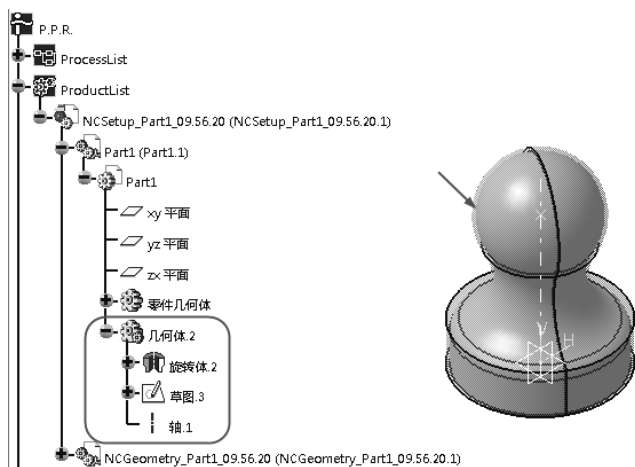

图 5-8 定义毛坯零件 (1)
5) 定义毛坯零件(1)。单击 Stock 按钮,系统自动隐藏“Part Operation”对话框,在图形区选择零件模型中的“几何体.2”作为毛坯零件,如图 5-8 所示,然后双击空白处返回“Part Operation”对话框。
创建毛坯零件完成后, 为了操作方便要重新将毛坯隐藏。选择图 5-8 中的“几何体.2”单击鼠标右键, 在弹出的快捷菜单中选择“隐藏/显示”命令即可。